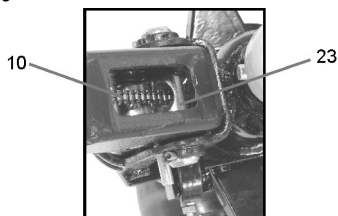

Fig. 5 – Corrente do cabo
- c. Encaixe a ponta (pino roscado e porca “11”) da corrente “10” na ranhura da haste de ajuste “52”, conforme fig. 5.